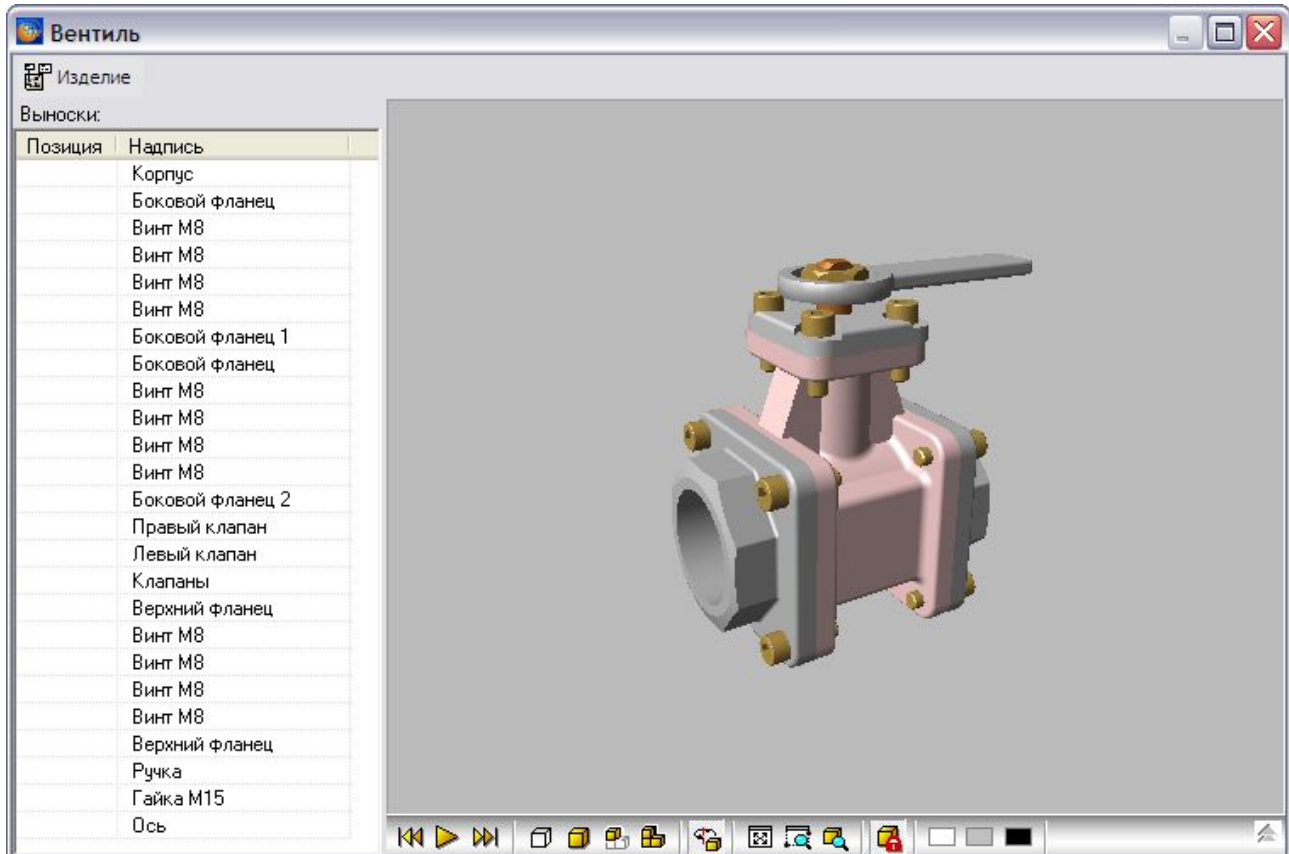

Рис. 4.67
6. В окне **Импорт 3D модели ИРА** выберите файл \*.idasf и откройте его. При этом 3D модель появится в окне (Рис. 4.67).